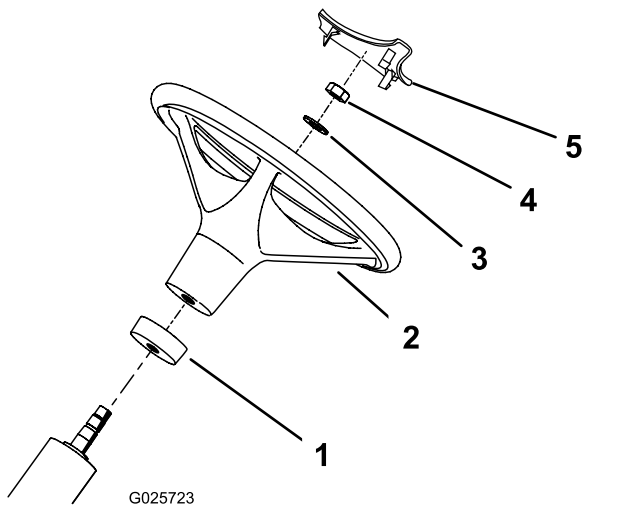

Bild 2
2. Schieben Sie den Schaumkragen auf die Lenkwelle (**Bild 2**).
3. Schieben Sie das Lenkrad auf die Lenkwelle (**Bild 2**).
4. Befestigen Sie das Lenkrad mit einer Scheibe und Sicherungsmutter an der Lenkwelle (**Bild 2**).
6. Drücken Sie die Abdeckung für das Lenkrad in der richtigen Position auf das Lenkrad (**Bild 2**).